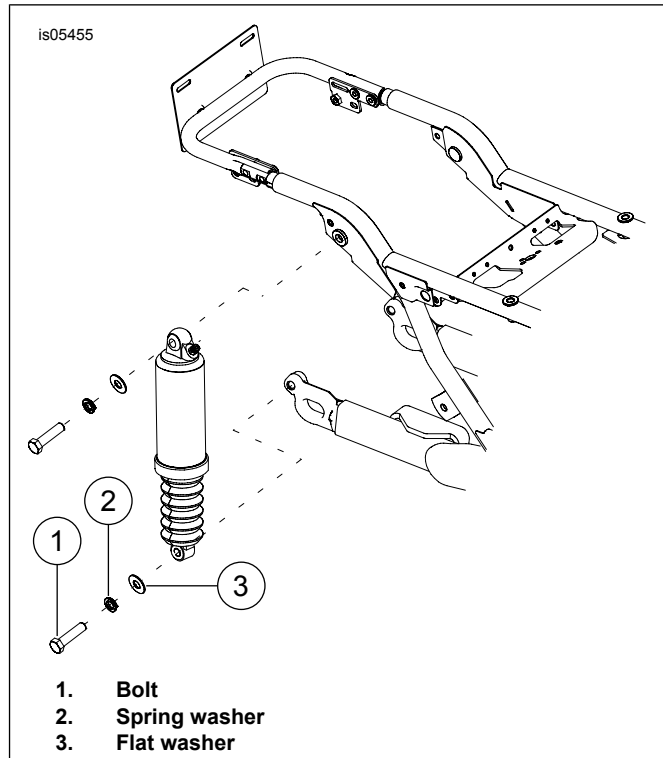

Figure 3. Pag-aalis ng Shock Absorber sa Likod
8. Tingnan ang Figure 3 . Alisin ang mga pang-ibabang mounting bolt (1), spring washer (2) at flat washer (3) mula sa mga shock absorber.